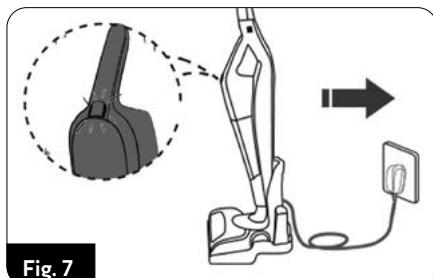

Fig. 7
2. Plaats de correct gemonteerde stofzuiger in de hoofdhouder en de elektrische borstel op het dockingstation (Fig. 7). Sluit de oplader aan op het lichtnet.